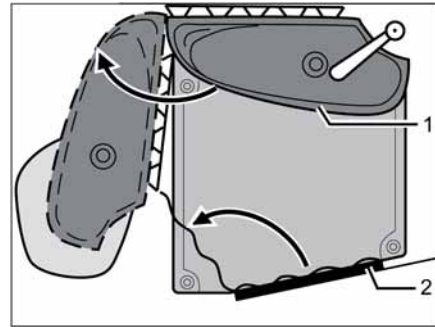

Fig. 294 Toilettes Vario
- Tourner le lavabo avec la paroi arrière (Fig. 294,1) dans le sens de la flèche.
- Pénétrer le cabinet de toilette et fermer et verrouiller la porte des toilettes (Fig. 294,2) de l'intérieur.